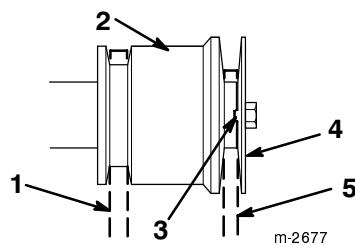

Figure 18
Remarque : Veillez à ne pas pincer la courroie d'entraînement de traction (Fig. 18).
Remarque : Veillez à ne pas pincer la courroie d'entraînement de tarière/roue hélice (Fig. 18).
- Remarque :** Veillez à ne pas pincer la courroie d'entraînement de tarière/roue hélice (Fig. 18).